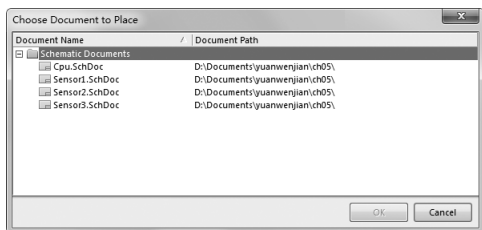

图 5-14 “Choose Document to Place” 对话框
(6) 打开原理图文件 “Mother1. PrjPCB”，选择菜单栏中的 “设计” → “HDL 文件或原理图生成图纸符” 命令，系统将弹出如图 5-14 所示的 “Choose Document to Place”（选择文件放置）对话框。